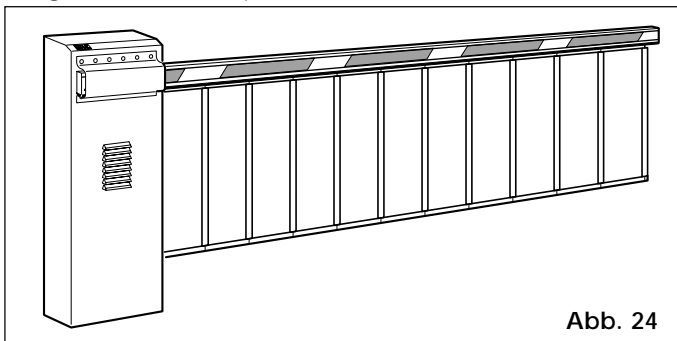

Abb. 24
**BAUSATZ HÄNGEGITTER (Abb. 24)**